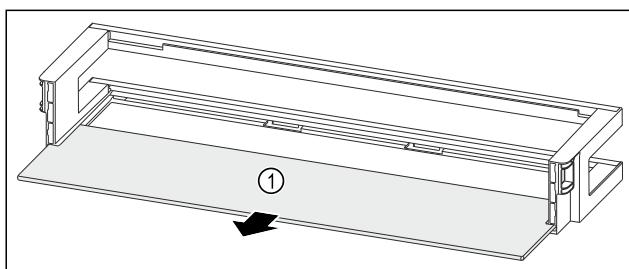

Fig. 87 Odkladací priestor vo dverách s odkladacou plochou
- Odoberte odkladaciu plochu Fig. 87 (1).